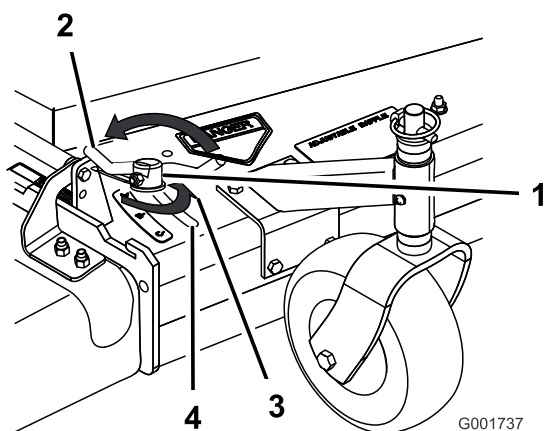

Figura 14
3. Para ajustar el bloqueo de leva, levante la palanca para aflojar el bloqueo de leva (Figura 14).
5. Devuelva la palanca a su posición original para apretar el deflector y el bloqueo de leva (Figura 14).